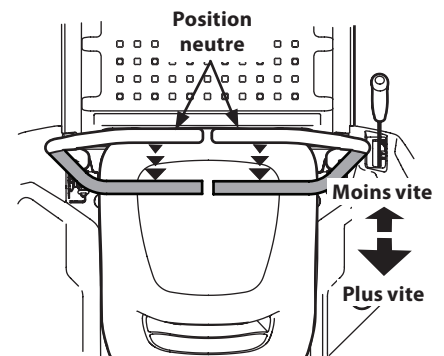

Figure 3-7
1. Poussez les barres de conduite lentement et graduellement vers l'arrière. L'appareil commencera à reculer. Voir Figure 3-7.